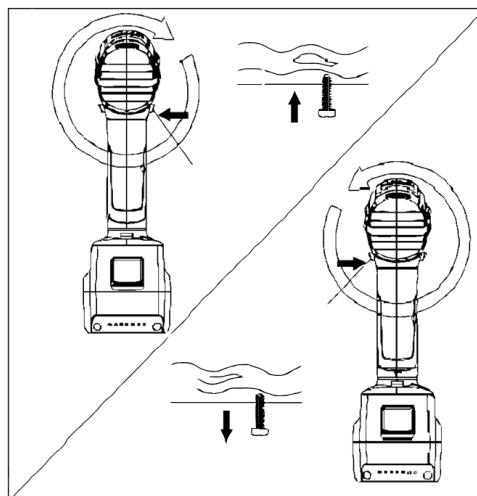

Fig. 4 – Sentido de rotación
Despues de que el motor esté parado seleccione el sentido de rotación en el botón de reversión (3), según muestra la Fig. 4.
Después de la finalización de las tareas, en el depósito y también en las manutenciones de la Llave de impacto, posicione el selector de sentido de rotación (3), Fig. 4, en la posición central. De esta forma el interruptor de accionamiento (2) quedará trabado en la posición apagado lo que evitará accionamientos involuntarios.